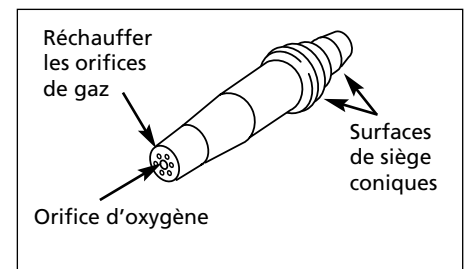

Figure 8 - Buse de coupage
4. Pour l'accessoire de coupage, inspecter les surfaces de sièges coniques sur la buse et dans la tête du chalumeau. Faire surfacer l'endroit d'assise par un technicien qualifié s'il y a des bosses, contre-rivures ou des brûlures. Une surface de siège inadéquate peut résulter en pétards ou en retour en arrière (voir Figure 8).